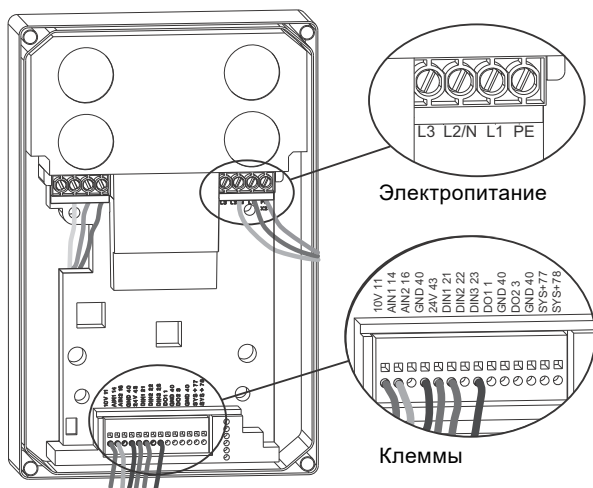

Рис. 1 Обзор электрических соединений
5. Соединить провода с сетевым штепселем в соответствии со схемами клемм, нанесенными на ЧРП, см. рис. 1 питающей сети.
- Однофазное исполнение ЧРП: соединить фазовую линию (L1) с L1, нейтральную линию (N) с L2/N и защитное заземление (PE) с PE.
- Трехфазное исполнение ЧРП: соединить фазовые линии (L1, L2, L3) с L1, L2/N и L3, а защитное заземление (PE) с PE.
См. рис. 1 клемм.